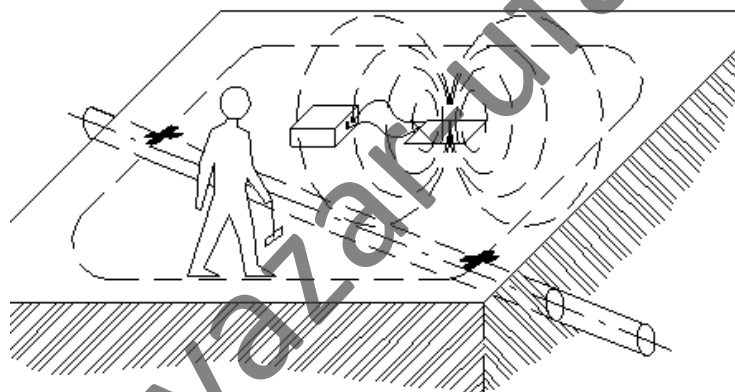

Рис.9. Первоначальное обследование площади
7.5. Для предварительного (рис.9) обследования неизвестной площади используют магнитную рамку в качестве источника сигнала. Выходное напряжение генератора при подключении рамки всегда следует устанавливать на минимум. Рамку располагают горизонтально в центре обследуемого участка и обходят его по периметру. Антенну приемника располагают горизонтально. Задача поиска обнаружить максимумы сигнала на границе обследуемой площади, которые могут быть местом прохождения коммуникаций. Так как направление пересечения периметра исследуемой площади коммуникациями неизвестно, то антенну при движении вдоль периметра следует периодически поворачивать вдоль вертикальной оси (достаточно угла в 90 градусов). Можно также дважды обойти периметр, держа антенну сначала поперек, а потом вдоль направления движения. Если обнаружены максимумы сигнала на границе площади, то можно уточнить измерения, пройдя по линиям, соединяющими найденные максимумы. Если направление коммуникаций примерно известно, то для получения максимального сигнала излучающую рамку следует располагать вертикально над осью коммуникации так, чтобы плоскость рамки совпадала с направлением коммуникации. Наоборот, если расположить рамку строго над осью горизонтально, то сигнал в коммуникации практически будет отсутствовать. Поэтому горизонтальную рамку располагают в нескольких метрах в стороне от оси исследуемого объекта.